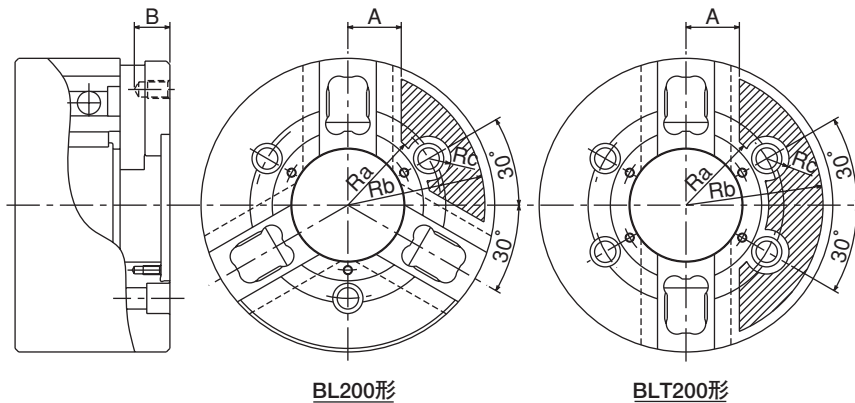

図 13
- ・チャックボデー表面にロケータや治具を取り付ける場合は、図13 に示す追加工範囲内に穴明けを行ってください。